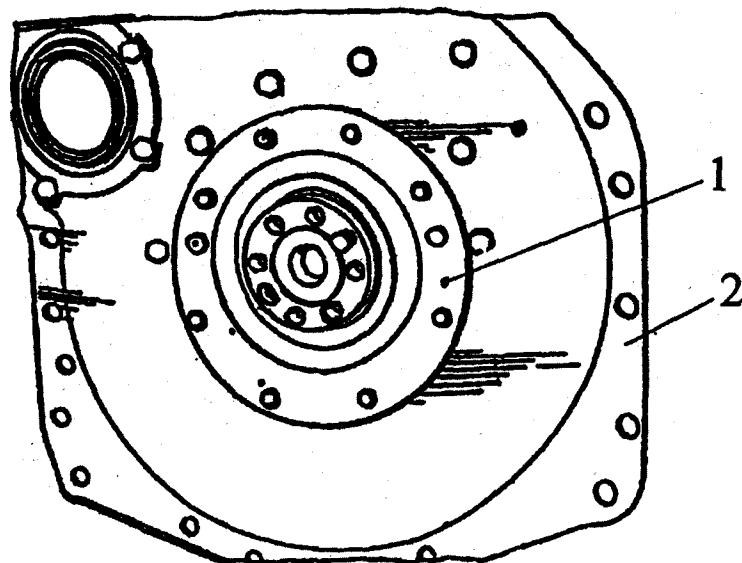

Рис. 6. Снятие корпуса сальника и заднего листа
14. Снять корпус сальника 1 (рис. 6).